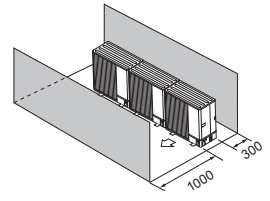

Fig. 2-15
- (4) Hindringer eller lukkede overflater kun foran og bak (Fig. 2-15)